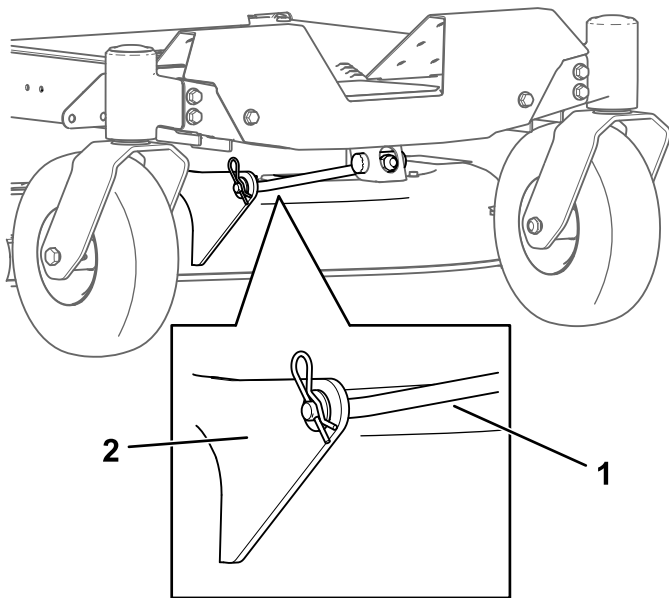

Figura 66
- Retire la chaveta de la varilla de soporte delantera y retire la varilla del soporte de la carcasa (Figura 66).
8. Conecte la varilla de soporte delantera a la carcasa de corte con el pasador y la chaveta (Figura 66).